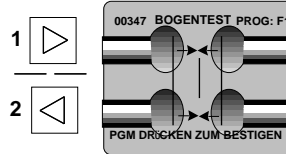

Abbildung 64
- d) Betätigen Sie die linken und die rechten Faserpositionstasten, bis sich die Faserenden an der Mittellinie leicht berühren (siehe Abb. 64).